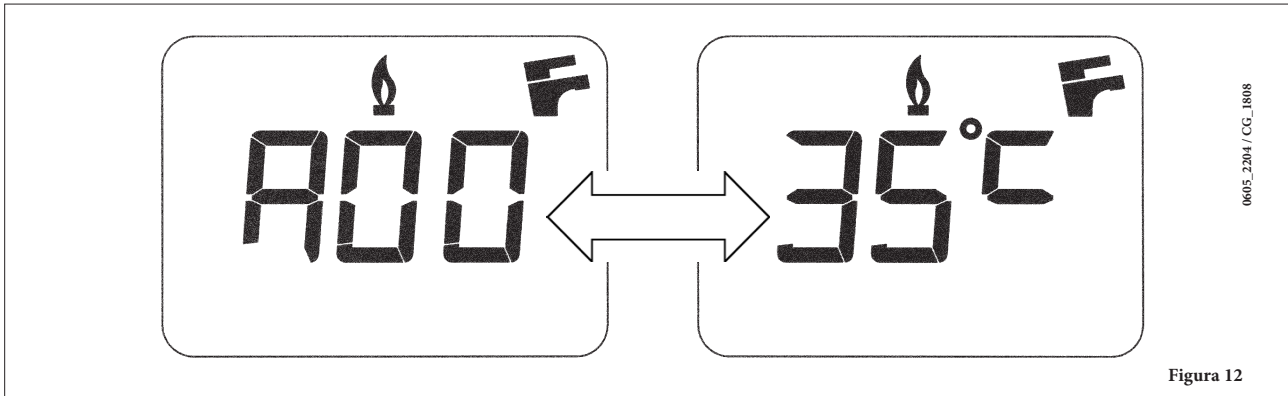

Figura 12
**NOTĂ:** când funcția “INFO” este activă, pe afișaj (figura 12) este vizualizată inscripția “A00” care se alternează cu valoarea de temperatură din turul centralei: